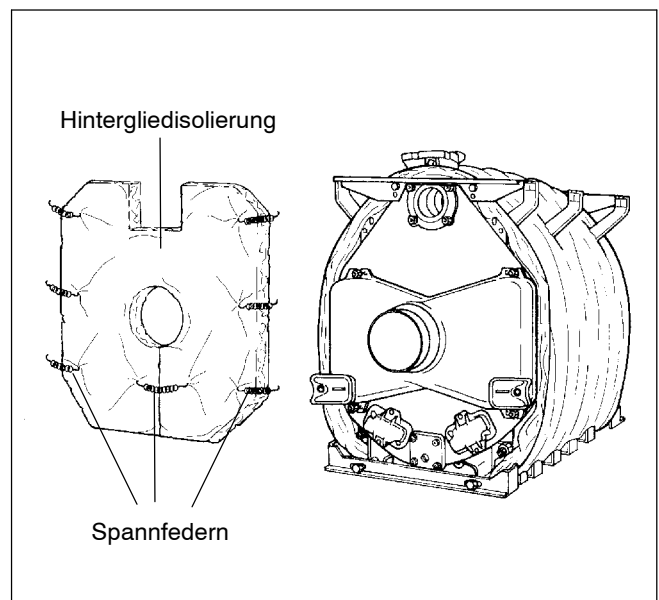

Abb. 34
- Hintergliedisolierung mit dem Ausschnitt für den Kesselrücklauf nach oben auf den Abgasstutzen schieben (Abb. 34).
- Hintergliedisolierung mit sechs Spannfedern an der Kesselblockisolierung einhängen (Abb. 34).
- Den Schlitz unterhalb der Abgasstutzens mit einer Spannfeder verschließen (Abb. 34).